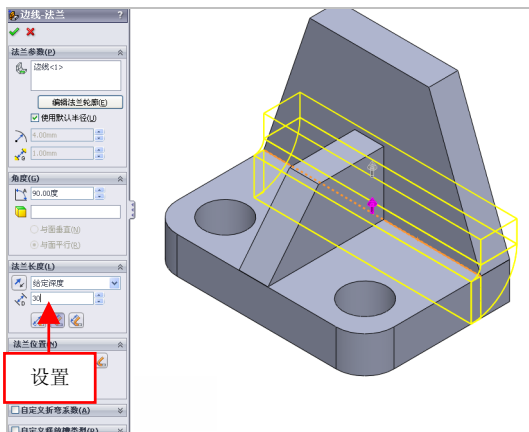

图 9-8 设置参数值
(3) 弹出【边线法兰】属性管理器，在绘图区中，选择合适边线，设置【长度】为 30，如图 9-8 所示。